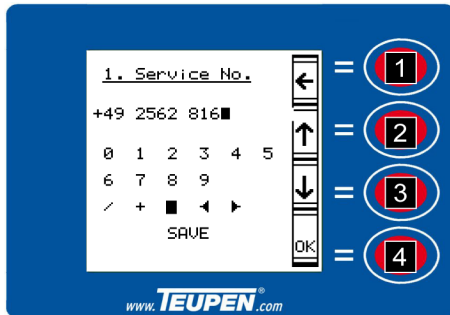

Fig. 71: Taper le numéro de l'entretien
1. → Sélectionner le chiffre ou le caractère spécial souhaité avec les [touches de fonction] (Voir la Fig. 71/2 et 3).
2. → Confirmer la sélection avec la [touche de fonction] (Voir la Fig. 71/4).